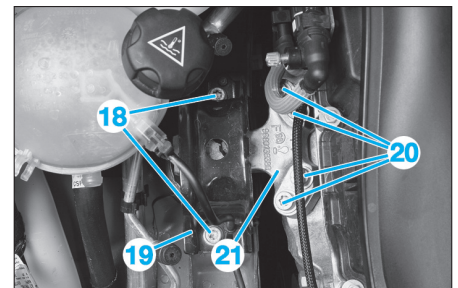
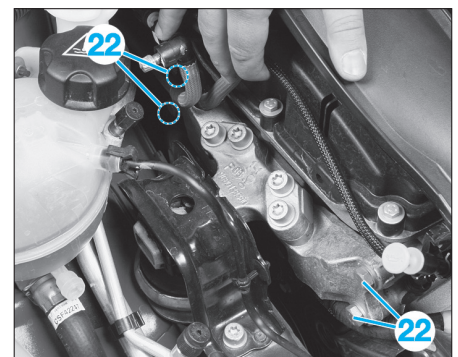

Fig. 4
Fig. 5
- Desserrer la patte d'élingage (14).
- Débrancher le tuyau de réaspiration des vapeurs d'huile (15).
- les vis (16) du couvre-culasse,
- le couvre-culasse (17).
- Resserrer la patte d'élingage (14) ; Serrage à $2 \pm 0,2$ daN.m.
- Soulager le moteur par l'intermédiaire de la patte d'élingage (14).
- les 2 vis (18) et le support (19) (Fig.4),
- les 4 vis (20) et le support moteur intermédiaire (21),
- les 4 vis (22) (Fig.5) et le support moteur (23).